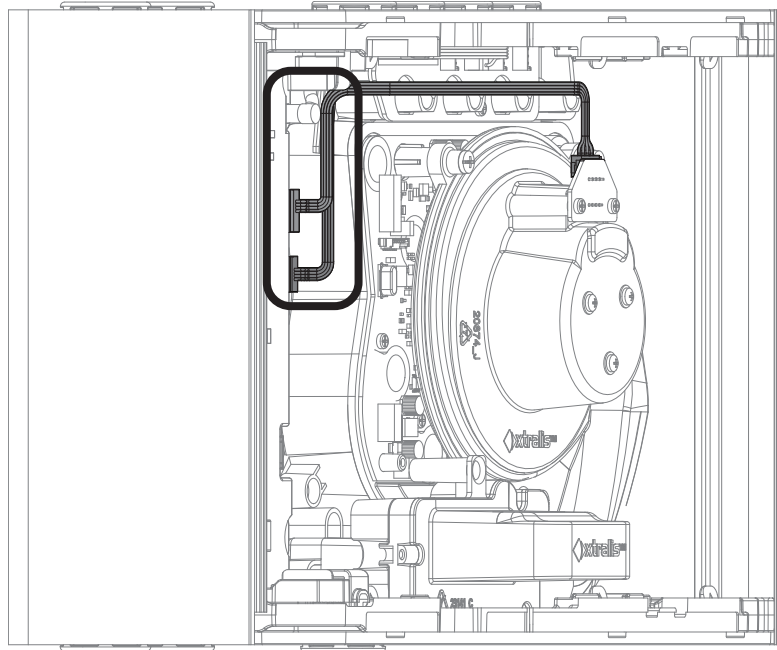

Figure 7-17: Déplacer le faisceau gris
1. Déplacez le faisceau gris vers la droite, tel qu'indiqué dans la Figure 7-17